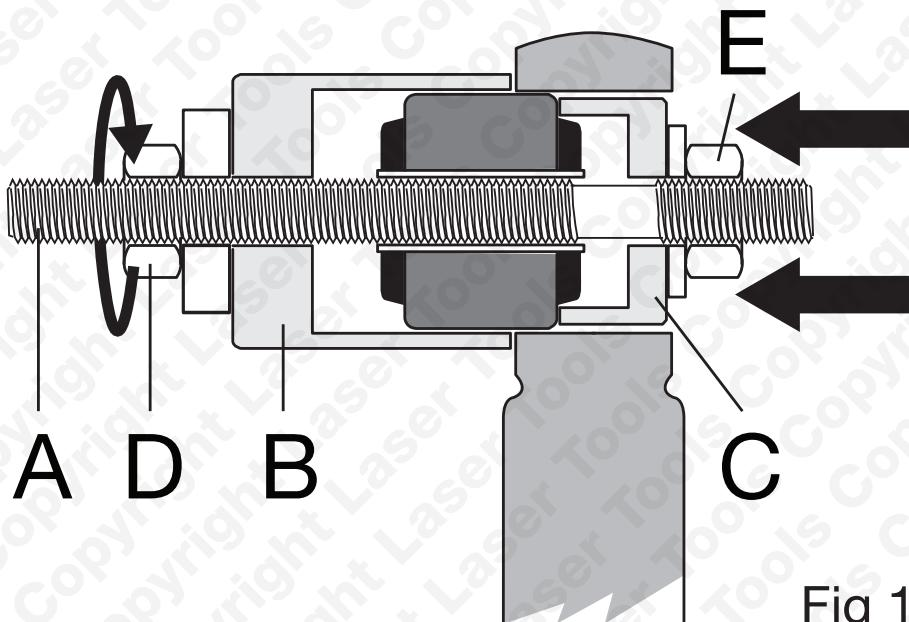

Fig 1
10. Assembler l'outil comme illustré en Fig. 1 et tourner l'ensemble écrou/palier (D) jusqu'à ce que la douille existante soit extraite et s'insère dans la large coquille (B).